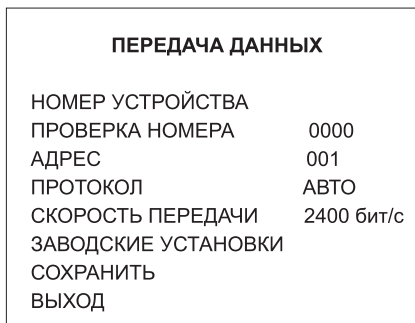

Рисунок 5.5 Передача данных
- **СБРОСИТЬ** – перезагрузка чамеры с заводскими настройками (Рис. 5.5)